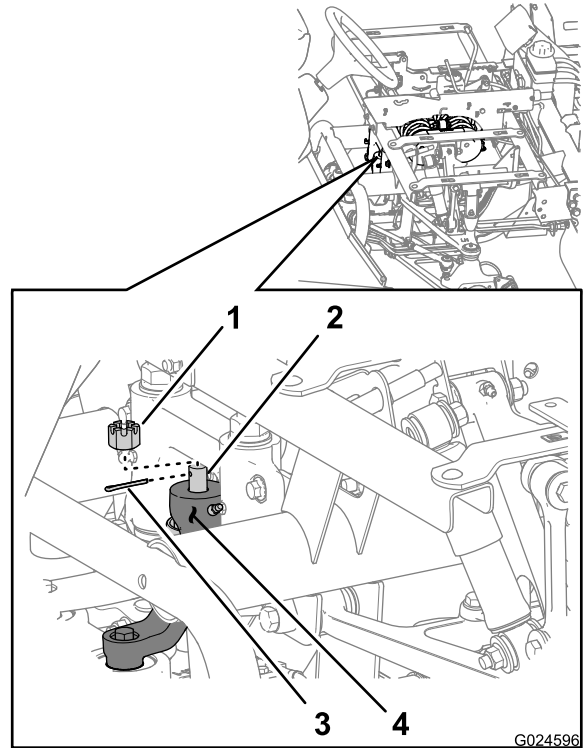

図 21
ト付きナットにはめ込んであるコッターピンを抜いて、スロット付きナットを外す 図 21。
- スロット付きナットを使って、ステアリングシリンダ前部のボールジョイントをピットマンアームに固定する 図 21。
- スロット付きナットにコッターピンを取り付ける 図 21と 図 22これは「ステアリングシリンダを交換する8ページ」のステップ 4 で取り外したものを使用する。